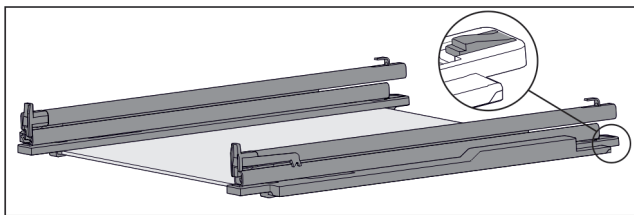

Fig. 117 Skleněná deska s kolejničkami a přídržnými díly
- Přídržný díl vzadu stlačte dolů (viz Fig. 117) a současně zasuňte kolejničku dozadu.